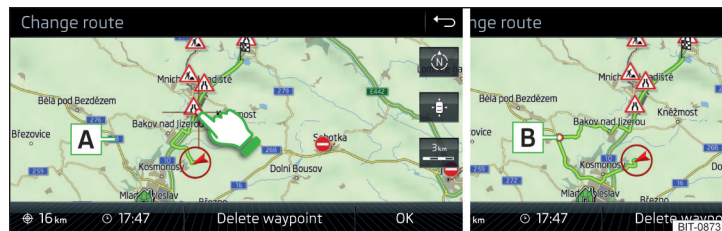

Fig. 228 Modificare traseu pe hartă / punct de trecere traseu
▶ Atingeți ecranul în zona traseului și deplasați cruciulița reticulară în zona dorită de pe hartă (de exemplu **A**) » fig. 228.
Punctul de trecere **B** » fig. 228 este introdus în traseu.